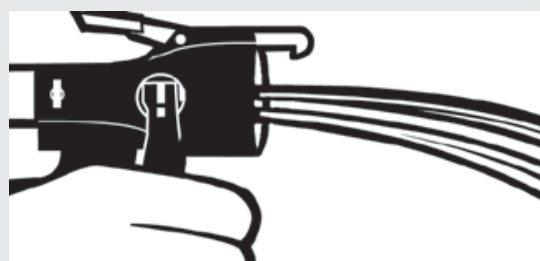

Figura 4.
5. Purgue el sistema en un recipiente de residuos activando el disparador del Dispensador INSTA-FLO™. Cuando los flujos sean equivalentes, libere el disparador, limpie el producto químico de la superficie del dispensador con un trapo limpio y replique la vaselina. (Vea la figura 4).